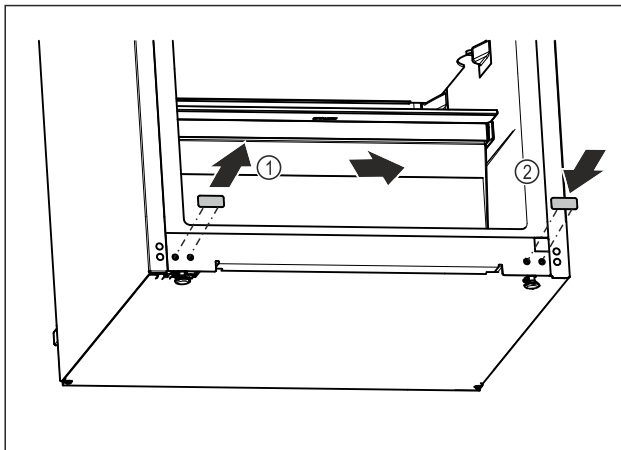

Fig. 16
- ▶ Retirer le cache de recouvrement. Fig. 16 (1)
- ▶ Placer le cache de recouvrement du côté opposé. Fig. 16 (2)